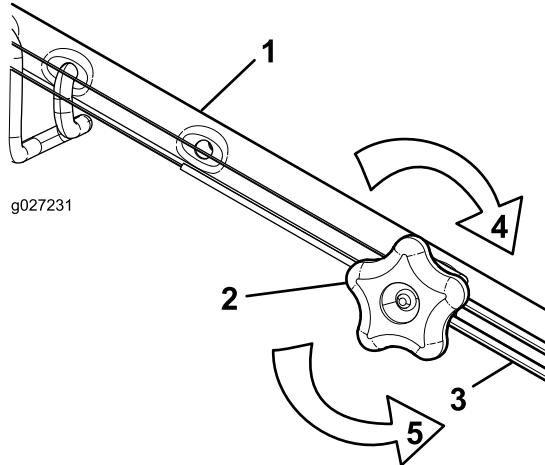

Bild 38
1. Drehen Sie das Handrad nach links, um die Zueinstellung zu lösen (Bild 38).
2. Stellen Sie die Spannung des Zugs (Bild 38) ein, indem Sie ihn zurückziehen oder nach vorne drücken und dann in dieser Stellung arretieren.